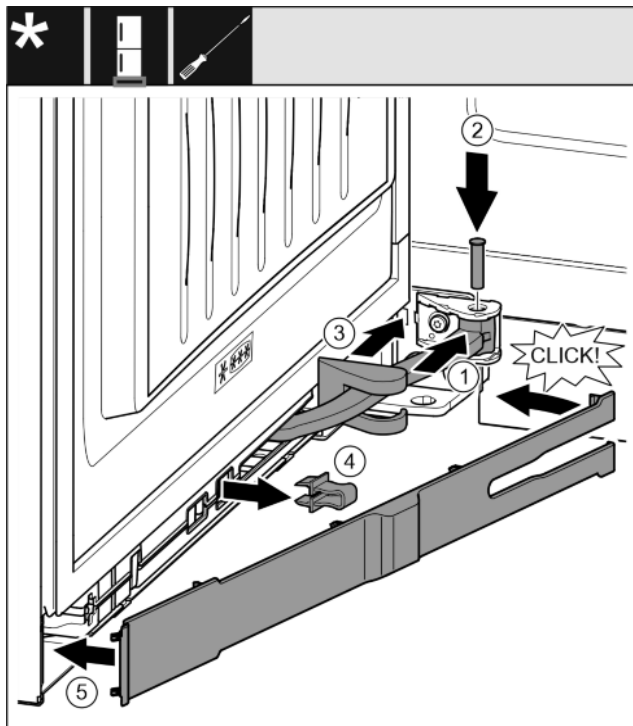

Fig. 37
- ▶ Forgassa a csuklót a felfüggesztésbe. *Fig. 37 (1)*
- ▶ Helyezze a csapszeget a felfüggesztésbe és a csuklóba egy T15 csavarhúzóval. Közben ügyeljen arra, hogy a bekattanó bütyök megfelelően illeszkedjen a horonyba. *Fig. 37 (2)*
- ▶ Tolja el a csapágybak fedelét a csukló mentén, és szerelje a felfüggesztés fölé. *Fig. 37 (3)*
- ▶ Vegye le a biztosítékot. *Fig. 37 (4)*
- ▶ Helyezze fel a lemezt a fogantyú felőli oldalra, és fordítsa be. *Fig. 37 (5)*